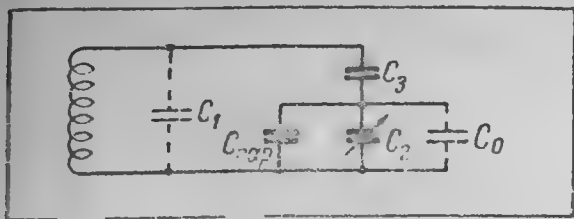

Рис. 6
2) Удлиняющий конденсатор включается параллельно переменному конденсатору (рис. 6).
Здесь  $K_1 = C_{\min} - C_1$  и  $K_2 = (C_{\min} + \Delta C) - C_1$ ;  $C$  и  $C_0$  — известные уже данные переменного конденсатора  $C_2$ . Под емкостью  $C_1$  (рис. 6) в этом случае следует понимать сумму входной емкости лампы, емкости катушки и всех паразитных емкостей монтажа. Ее можно оценить величиной порядка 12—15 пФ.